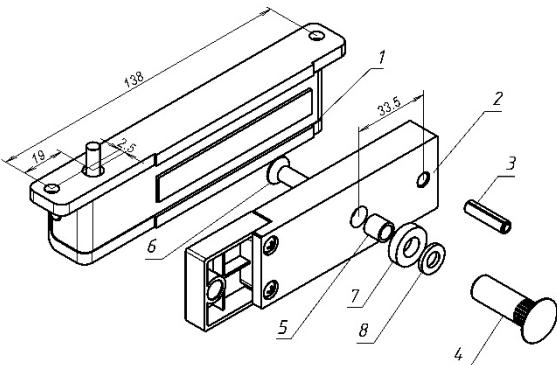

Рисунок 1
3.1 Комплект поставки (рисунок 1):
- корпус (1) - 1 шт.
- якорь (2) - 1 шт.
- комплект крепления якоря: штифт (3), втулка (4), втулка проходная (5), винт M6x35 (6), кольцо уплотнительное (7), шайба (8).
4.5 Винт крепления якоря (поз.6 рис.1) необходимо затянуть с усилием, достаточным для исключения его отворачивания в процессе эксплуатации. Рекомендуется ставить винт на стопорящий герметик типа «Анатерм» или на нитрокраску НЦ.